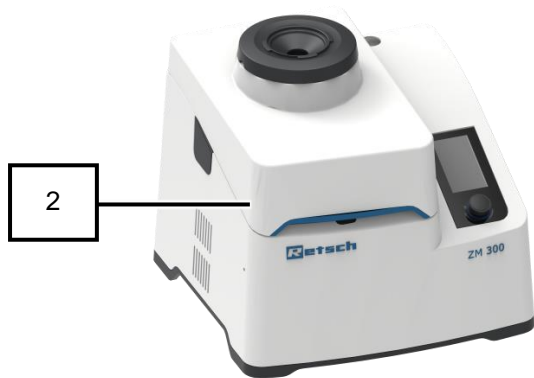

図 15: 本体カバーが閉じている状態
- 本体カバー (2) に、インターロック (8) で自動ロックがかかり、これで本体内部 (10) が閉まりました (図 15)。